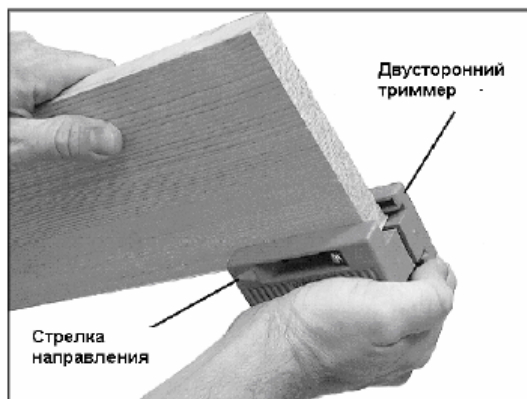

Рис. 15
15. Обрежьте излишек облицовочного материала с рабочей заготовки. Это можно легко сделать при помощи двустороннего триммера, поставляемого вместе с вашим Кромкооблицовочным станком. Смотрите Рисунок 15.